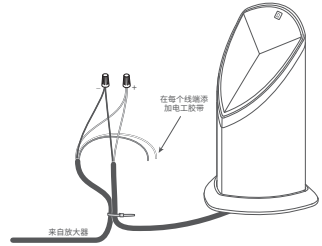

图 5
2. 从离放大器最近的扬声器开始, 根据下表剥去相应放大器通道的埋地线切割端 3/4 英寸的绝缘层, 然后剥去相应扬声器尾纤末端的绝缘层。用电工胶带包裹所有未使用的线缆, 以防受潮和短路 (见图 5)。
3. 用扎带将直埋电缆连接到扬声器尾纤 (见图 5)。